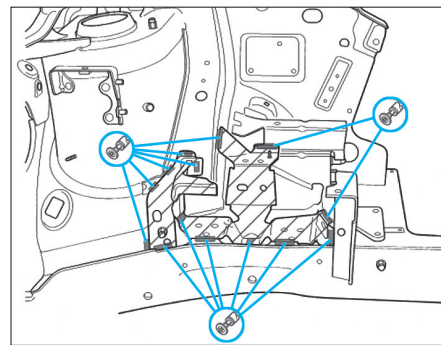

FIG. 5
• À l'aide d'une meuleuse droite, désolidariser la console de boîte de vitesses du passage de roue et du longeron (Fig.5).